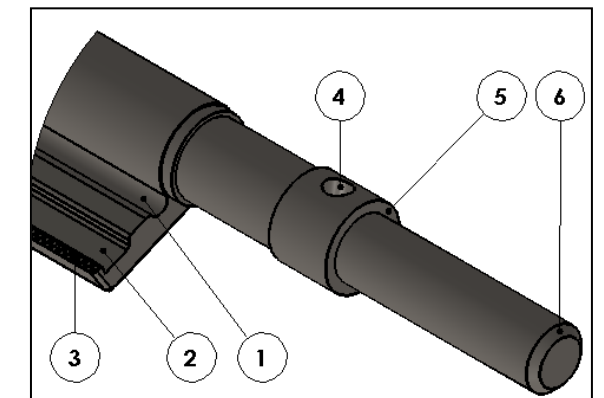

Fig. 1
- Permettre la mise en position des coussinets, en butée axiale contre l'épaulement (fig.1 – rep. 5).
2.2. Réaliser les chanfreins à chaque extrémité de la pièce de travail (fig.1- rep. 6)
3.1. Réaliser les rainures sur la pièce de travail (fig.1 - rep. 1 et fig.1 - rep. 2).